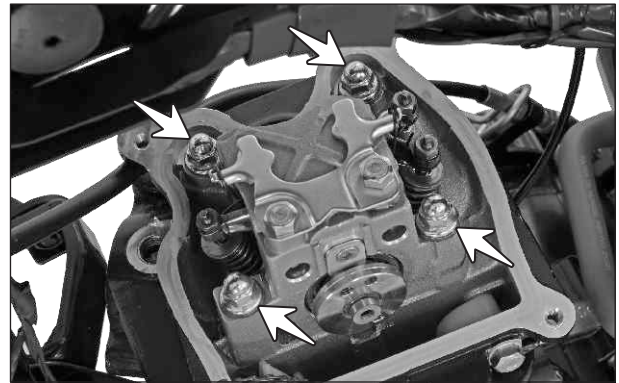

Fig. 3.42
- Retire las 4 tuercas hexagonales (M8) de la culata. (Fig. 3.42)